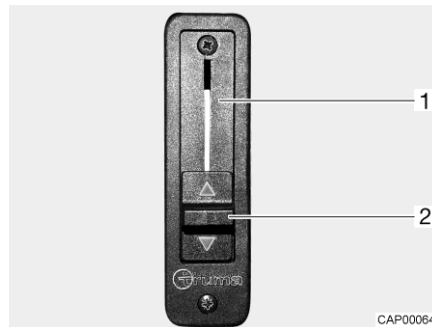

Fig. 10 Regolatore a scorrimento per l'impostazione riscaldamento
- Spingere completamente verso l'alto il regolatore a scorrimento (Fig. 10,2). L'impostazione riscaldamento (Fig. 10,1) è aperta. Il riscaldamento dell'abitacolo riscalda anche il parabrezza.
- Spingere completamente verso il basso il regolatore a scorrimento (Fig. 10,2). L'impostazione riscaldamento è chiusa. Il riscaldamento dell'abitacolo e quello del veicolo di base sono separati l'uno dall'altro.